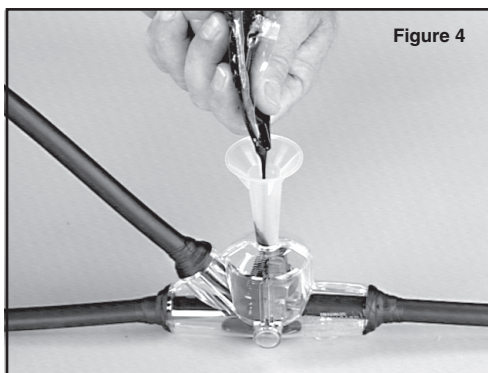
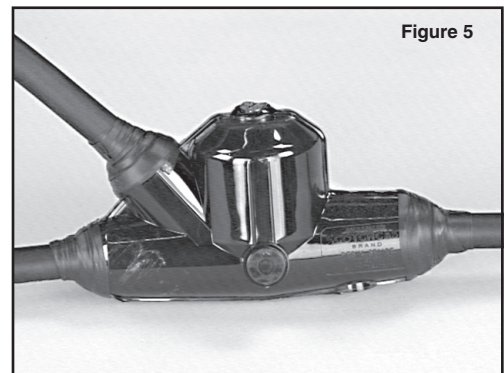

Figure 4
Figure 5
- 6.1 Mettre l'épissure à niveau. Bien mélanger la résine selon les directives énoncées sur le sac de résine. Verser la résine jusqu'à ce que le moule et le bec soient remplis (Voir la figure 4.) Remplir à nouveau le bec une fois que l'air en est sorti (Voir la figure 5.) Mettre l'épissure en service une fois la résine durcie et refroidie. Couper le bec au besoin.